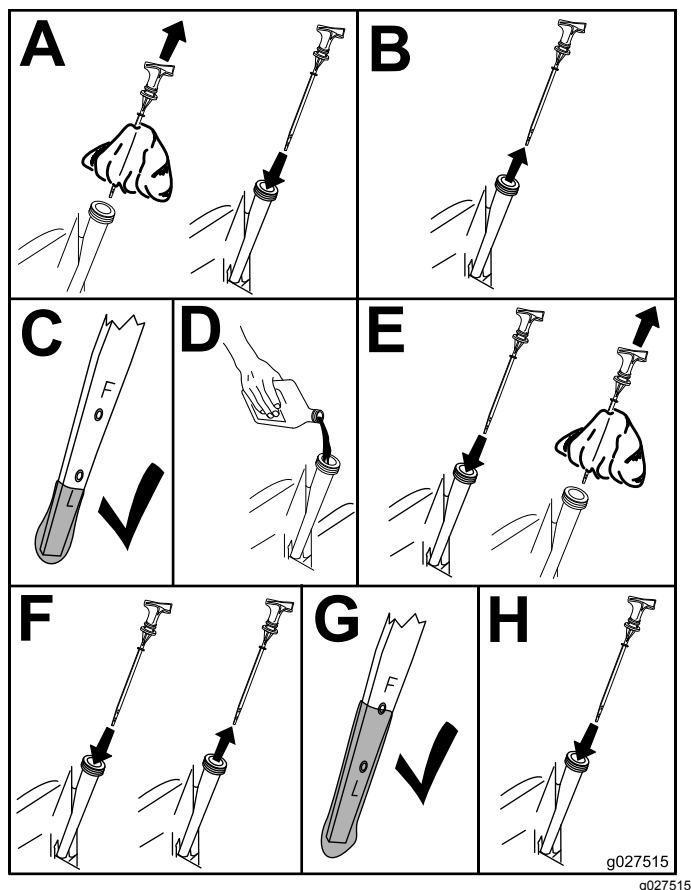

Figura 55
3. Compruebe el nivel de aceite del motor (Figura 55).